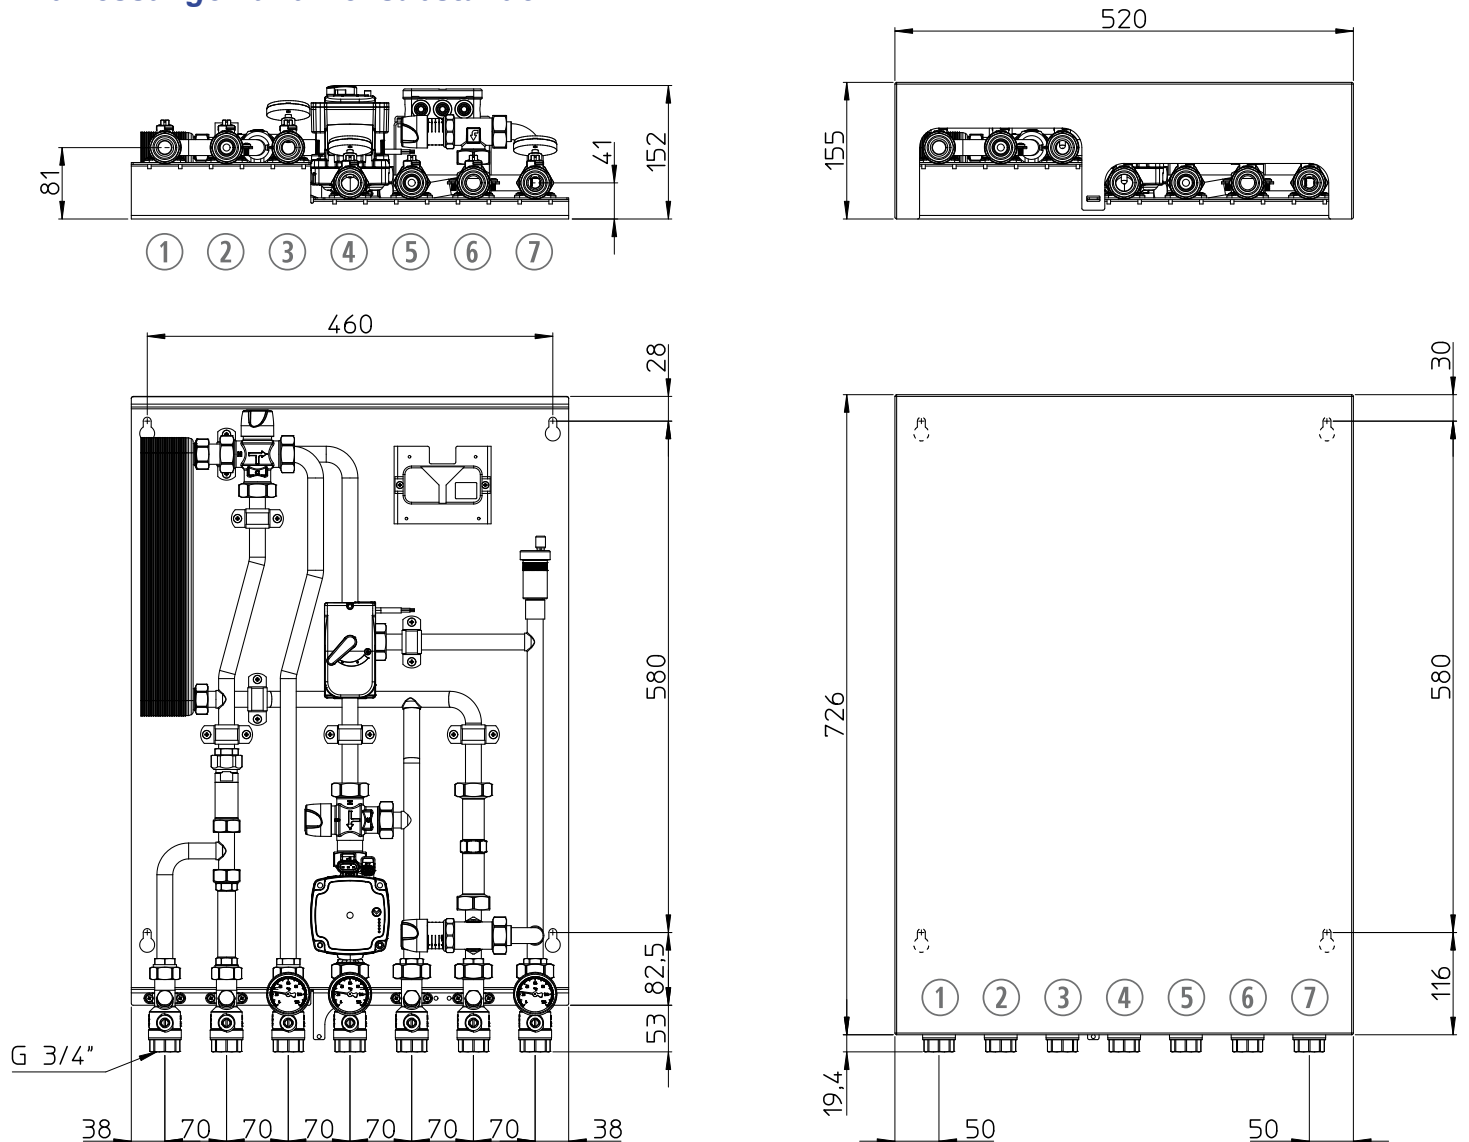

Abb. 1 - Diagramm für die Wandmontage des Moduls, Gesamtabmessungen und wichtige Achsabstände.
- ✓ Identifizieren Sie die Position der 4 Löcher, die an der Wand gemäß dem Diagramm in Abb. 1 gemacht werden sollen.